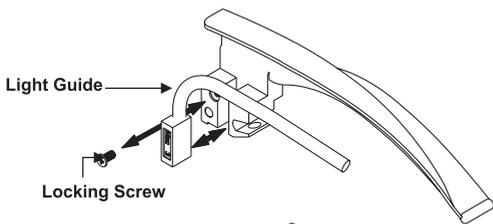

Fig 4
Die faseroptischen Laryngoskopklingen sind aus antimagnetischem 18/8-Qualitäts-Edelstahl AISI 303/304 hergestellt, der sehr korrosionsbeständig ist und der Norm ISO 7376 entspricht. In den grünen Gime-Klingen sind die faseroptischen, leichten Klingenwellen abnehmbar und mit einer gleich großen Klinge austauschbar. Durch Lösen der Sicherungsschraube wie in Abb. 4 gezeigt, kann der Lichtleiter zur Reinigung, Reparatur oder zum Austausch gelöst und entfernt werden.
1. Entfernen Sie die Sicherungsschraube mit einem Schraubendreher wie in Abb. 4 gezeigt.